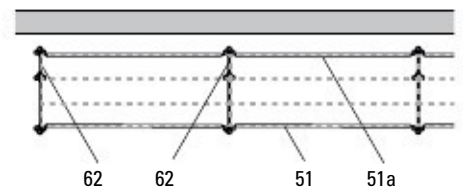

Fig. D1.03a
За сглобяване на вътрешния парапет (51a), монтирайте конзолите ECM (62) със стойки за парапет вместо с подпори UC 33 (61). (Fig. D1.03a)